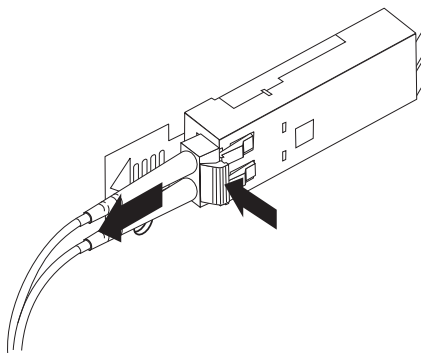

图 34. 卸下 LC-LC 光线通道电缆
2. 在按下电缆拉杆的同时，小心地拉出接口，从 SFP 模块卸下电缆，如图 34 中所示。